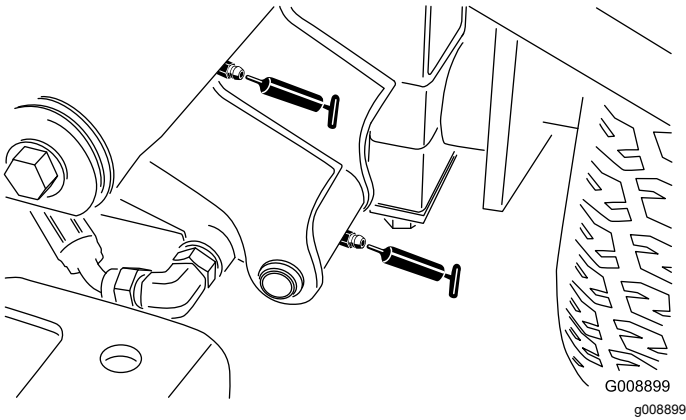

Bild 65
- Linke vordere Hubarm-Drehbüchsen und Hubzylinder (zwei Schmiernippel – Bild 65)